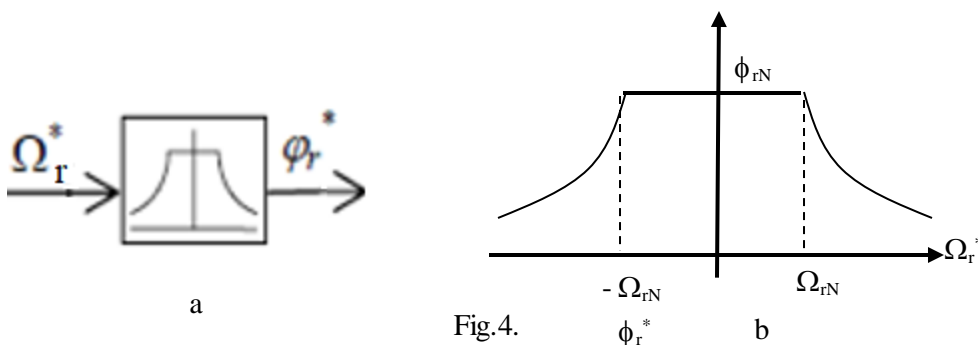

Fig.4.
6. Dans un schéma de commande vectorielle, la référence du flux rotorique est générée par un bloc de défluxage, comme indiqué à la figure 4.a.
- b. L'allure du flux de référence en fonction de la vitesse est indiquée à la figure 4.b. Dédire l'expression de ϕ_{ref} en fonction de Ω_{ref}